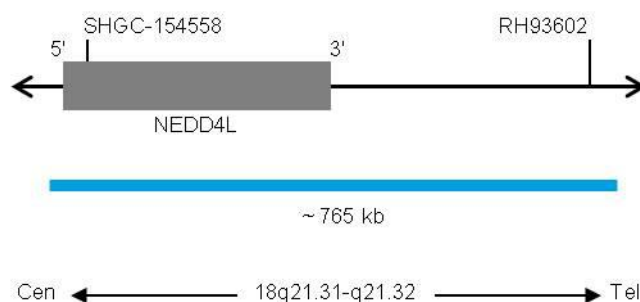

Fig. 1: SPEC 18 Mapa de la sonda (no está a escala)
- Polinucleótidos marcados en azul (excitación a 418 nm y emisión a 467 nm) ZyBlue (~37,0 ng/μl), dirigidos a secuencias localizadas en 18q21.31-q21.32* (chr18:55,690,725-56,455,119) (ver Fig. 1).